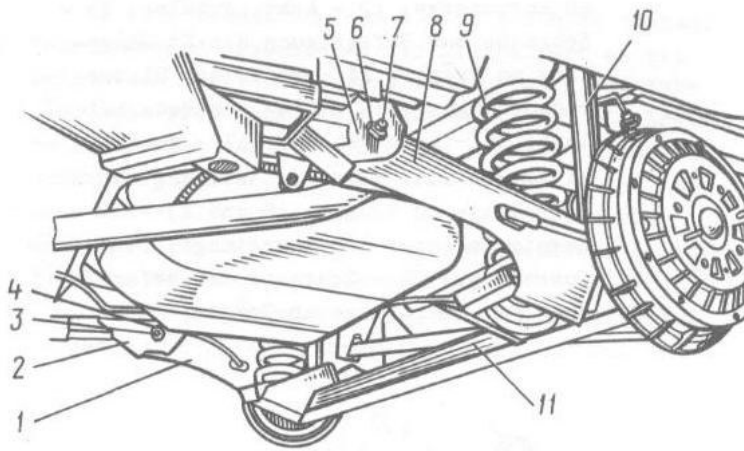
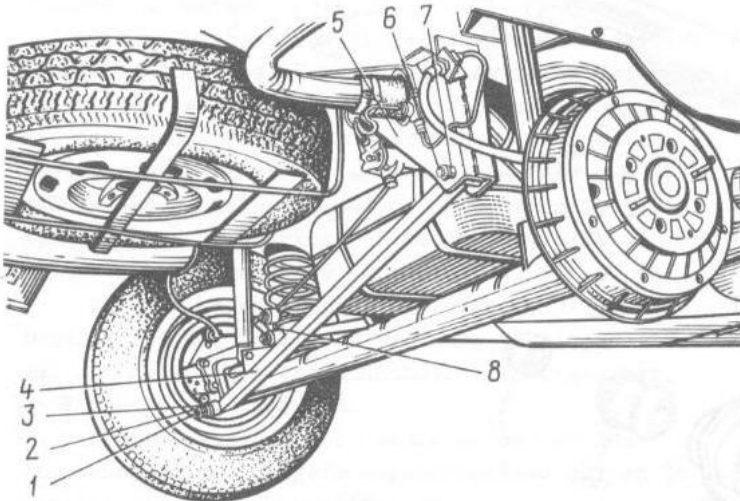

Bild 4-43. An Kraftwagen eingebaute Hinterradaufhängung (Ansicht von vorn - von unten - von links):
Bild 4-44. An Kraftwagen eingebaute Hinterradaufhängung (Ansicht von hinten - von unten - von rechts):
Die Radaufhängung ist in Bild 4-42 in auseinandergebautem Zustand, in Bild 4-43 (Ansicht von vorn, von unten und von links) und in Bild 4-44 (Ansicht von hinten, von unten und von rechts) im Einsatz am Fahrzeug gezeigt.
An Haltern 2 und 5 (siehe Bild 4-43) werden die Hebel 1 und 8 mit Schrauben 3 und 7 und mit selbstsichernden Muttern 4 und 6 befestigt.
Der Träger wird mit Halter 5 (siehe Bild 4-44) der Karosserie durch Querstange 4 verbunden; diese wird mittels Gummimetallager am Halter mit Schraube 6 und selbstsichernder Mutter 7 und am Träger mit Schraube 1, selbstsichernder Mutter 2 und zwei Flachscheiben 3 befestigt.
- Stütze 8 (siehe Bild 4-44) des Druckreglers in Hydraulikbetätigung der Hinterradbremse von Querstange trennen;